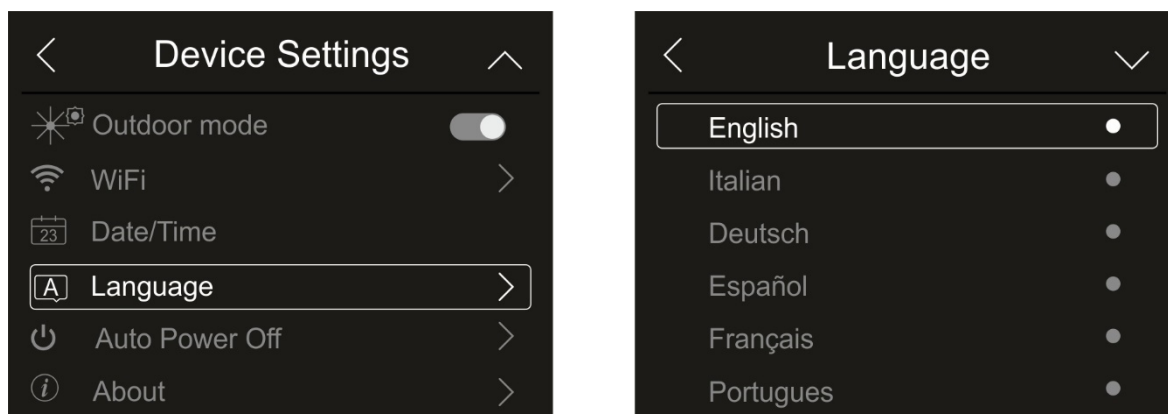

Fig. 20: Configurações do Idioma do sistema
1. Clique em “Language” para definir o idioma do sistema. O ecrã da Fig. 20 - lado direito é exibido: